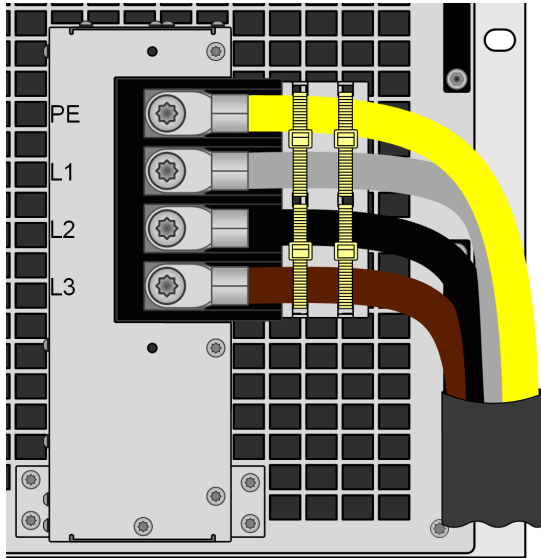

Bild 11 - Fertig montierte Zugentlastung
1. Die Leitungen zur AC-Anschlußklemme horizontal arrangieren, so daß sie über dem dahinter gelegenen Haltewinkel der Zugentlastung verlaufen, wie in *Bild 11* unten gezeigt.